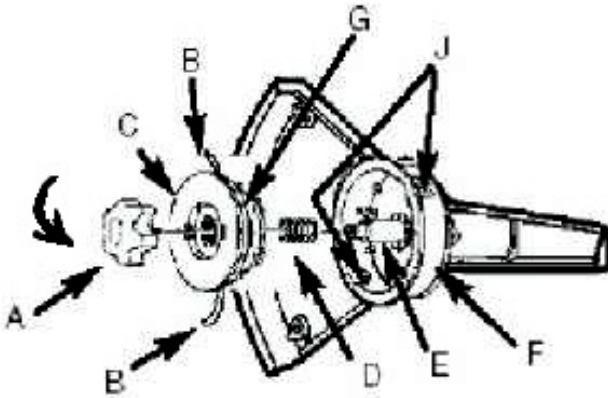

Рис.5
2. Поверните фиксатор (А) против часовой стрелки и снимите его (Рис.5).
3. Снимите бобину (С) и пружину (D) со шпинделя (Е).
5. Сложите пополам (около 10 м) кусок лески, сечением от 2мм до 2,7мм. Поместите образовавшийся изгиб в одну из прорезей (G) делителя бобины.
7. Зафиксируйте каждый конец лески (В) в прорези (G) на противоположных сторонах бобины пружину (D) на шпиндель (Е). Вставьте каждый конец лески через ушко (U) в корпус (F).
8. Опустите бобину (С) в корпус (F), подавая леску через ушки (U). Убедитесь, что пружина (D) села в бобину (С).
9. Когда бобина (С) оказалась на месте, нажмите на нее, сжимая пружину (D). Резко потяните каждый конец лески (В), чтобы освободить ее из прорезей (G).